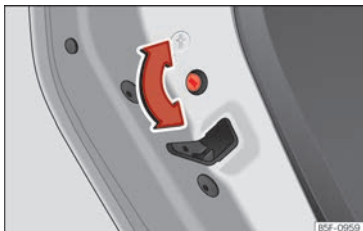

Abb. 55 Kindersicherung in der linken Tür
- Drehen Sie bei geöffneter Tür den Schlitz mit dem Fahrzeugschlüssel an den linken Türen im Uhrzeigersinn »» (Abb. 55) und bei den rechten Türen gegen den Uhrzeigersinn.
- Drehen Sie bei geöffneter Tür den Schlitz mit dem Fahrzeugschlüssel an den linken Türen gegen den Uhrzeigersinn »» (Abb. 55) und bei den rechten Türen im Uhrzeigersinn.